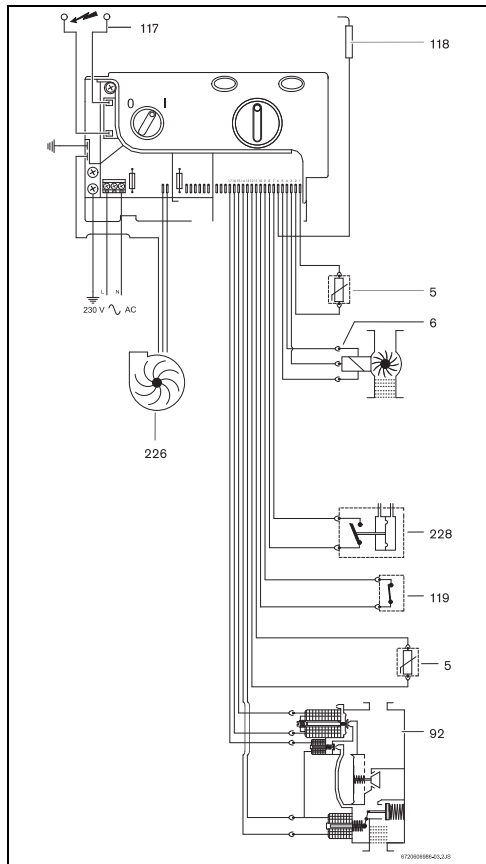

Fig. 3 Schema elettrico
Ogniquale volta si apre un rubinetto dell'acqua calda, il flussostato a turbina (→ Fig. 3, [pos. 6]) posizionato in ingresso dell'acqua fredda, invia un segnale alla scheda elettronica. Questo segnale provoca quanto segue:
- Simultaneamente vengono emesse le scintille presso il bruciatore e la valvola gas apre il passaggio del gas (→ Fig. 3, [pos. 92])
- L'elettrodo di ionizzazione (→ Fig. 3, [pos. 118]) controlla lo stato della fiamma